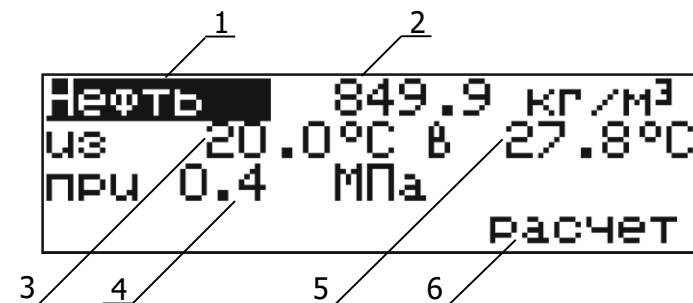

Рисунок 14 — Параметры для расчета приведенной плотности
- перемещая указатель (темный фон) в позиции 1–5 кнопками \uparrow , \downarrow (рисунок 14), ввести параметры для расчета приведенной плотности. Для входа в редактирование параметра нажать **ENTER**. Цифровыми кнопками (рисунок 2) ввести новое значение. Неверно введенный символ можно удалить кнопкой \uparrow . Ввод отрицательного значения начать с нажатия кнопки \bullet (точка);
- 3 - рассчитанная плотность при температуре приведения и избыточном давлении 4 (рисунок 14).